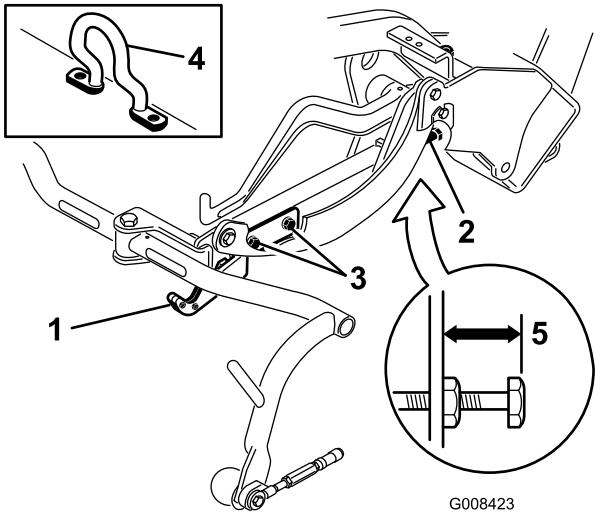
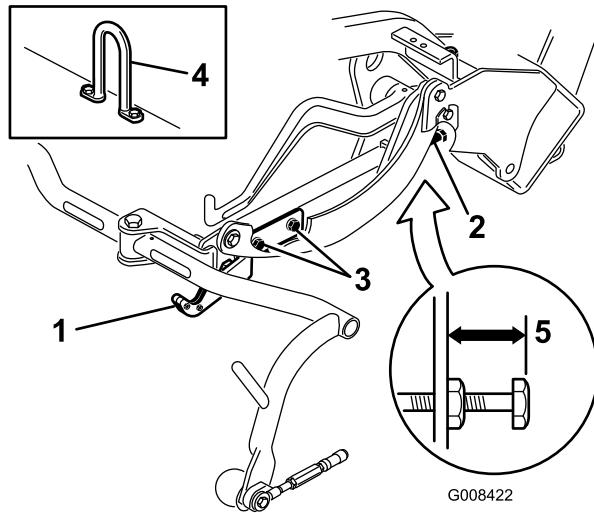
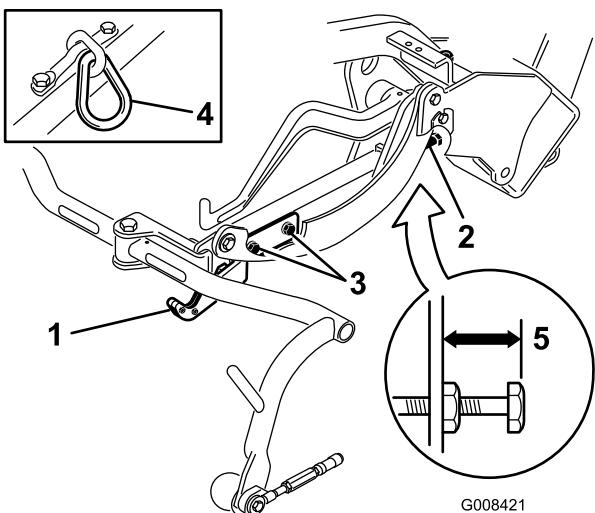

Bild 12
Bild 14
Bild 13
Prüfen Sie die Transporthöhe (Bild 13 und Bild 14) und stellen sie ggf. ein.
2. An Mähwerken, die einen Versatzhubhaken haben (Bild 12, Einsatz) müssen Sie darauf achten, dass der Abstand von der Oberkante der Einstellschraube am Trägerrahmen bis zur Rückseite des Trägerrahmens 25 mm beträgt. Sollte der Abstand nicht 25 mm sein, gehen Sie auf Schritt 4.
3. An Mähwerken, die ein Kettenlied oder einen geraden Hubhaken haben (Bild 13 und Bild 14, Einstände) müssen Sie darauf achten, dass der Abstand von der Oberkante der Einstellschraube am Trägerrahmen bis zur Rückseite des Trägerrahmens 22 mm beträgt. Sollte der Abstand nicht 22 mm sein, gehen Sie auf Schritt 4. Wenn das Mähwerk mit einem Versatzhublenker (Bild 12) ausgestattet ist, gehen Sie auf den nächsten Schritt.
4. Lockern Sie die Befestigungsschrauben an der Transportplatte (Bild 13, Bild 14 und Bild 12).
7. Wenn die Trägerrahmen nicht dieselbe Höhe aufweisen, lösen Sie die Klemmmutter an der Einstellschraube des Trägerrahmens (Bild 12, Bild 13 und Bild 14). Drehen Sie die Schraube raus, um den Trägerrahmen anzuheben, oder drehen Sie die Schraube rein, um ihn abzusenken. Ziehen Sie die Klemmmutter fest, wenn Sie die richtige Höhe eingestellt haben.